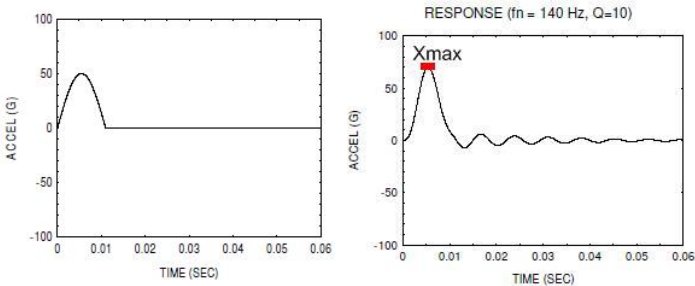

Рис. 10.28. Исходное воздействие и пример реакции на него
- 4) Максимальное значение X_{max} (См. рис. 10.28) откладывается как точка на ударном спектре по оси ординат, по оси абсцисс принимается значение f_n (собственная частота осциллятора).